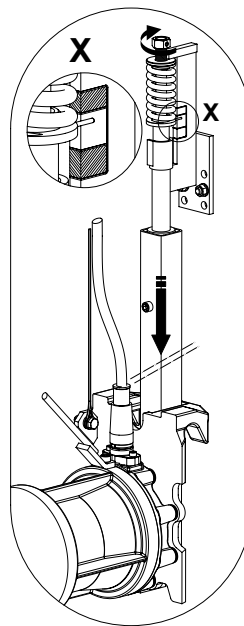

Fig. 10 Bloccaggio del sistema di accoppiamento
- Abbassare l'acceleratore di flusso e farlo accoppiare. **Ruotare verso destra** la vite del supporto della guida tubolare (la guida tubolare si abbassa), sino a quando la chiavetta della guida tubolare all'estremità inferiore della stessa sia saldamente bloccata sul supporto dell'apparecchio. Serrare la vite sino a quando la lancetta dell'indicatore di tensione molla non si trovi nel campo verde (vedi Fig. 10).